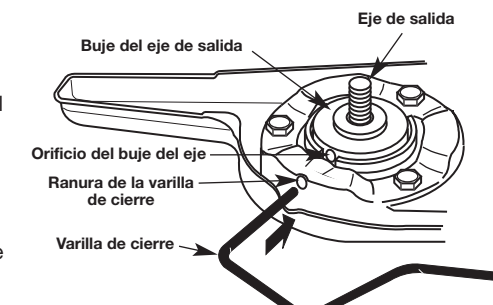
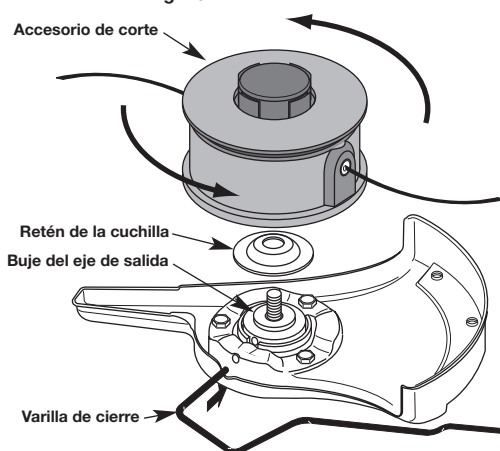

Fig. 10
Fig. 17
- Alinee el orificio del buje del eje con la ranura de la varilla de cierre e inserte la varilla de cierre en el orificio del buje del eje (Fig. 10).
3. Alinee el orificio del buje del eje con la ranura de la varilla de cierre e inserte la varilla de cierre en el orificio del buje (Fig. 10).
1. Alinee el orificio del buje del eje con la ranura de la varilla de cierre e inserte la varilla de cierre en el orificio del buje (Fig. 10).
5. Alinee el orificio del buje del eje con la ranura de la varilla de cierre e inserte la varilla de cierre en el orificio del buje del eje (Fig. 10). Coloque el retén de la cuchilla en el eje de salida con la superficie plana contra el buje del eje de salida según se ilustra en la Fig. 17. Enrosque el accesorio de corte en sentido antihorario en el eje de salida. Ajuste bien.